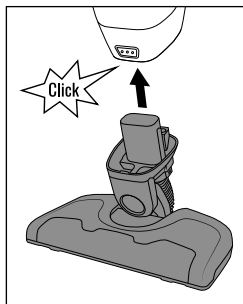

Fig. 2
- ◆ Inserire il blocco motore ⑧ nella bocchetta per pavimenti ⑭ finché non s'innesta in modo udibile (vedere fig. 2).